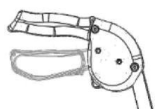

Fig. 5 (estado desbloqueado)
1. Tire de las manijas del freno hacia arriba hasta que se suelten, como se muestra en la Fig. 5.